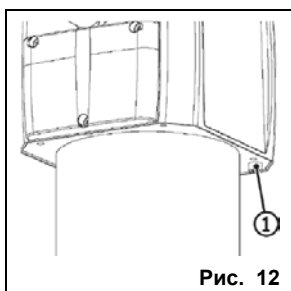

Рис. 12
10. Затянуть два винта с задней стороны модуля (рис. 12, поз. 1).